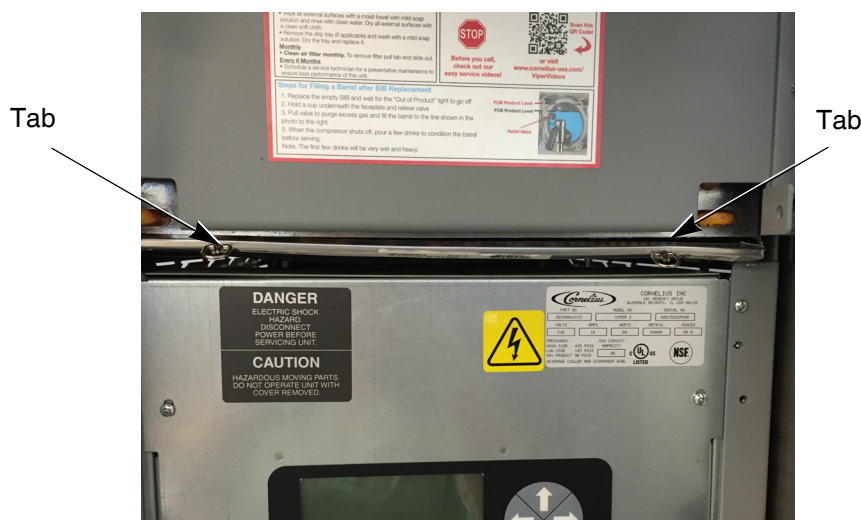

Figure 9.
2.	Enlever le filtre en saisissant les deux pattes (Figure 9.) et en le faisant coulisser directement sur l'avant de l'appareil.